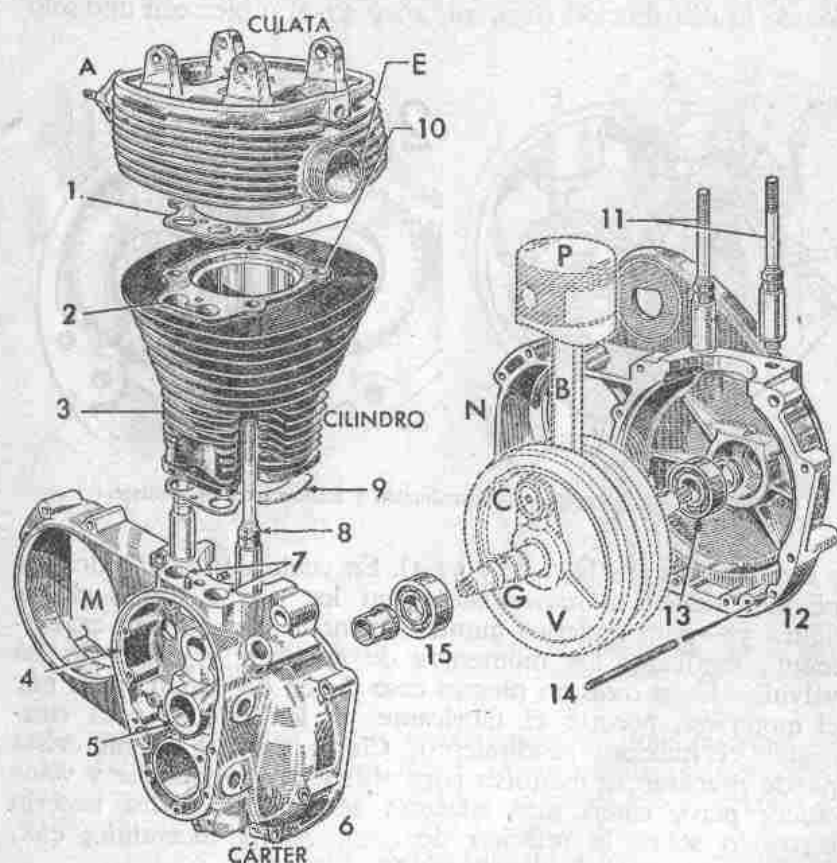
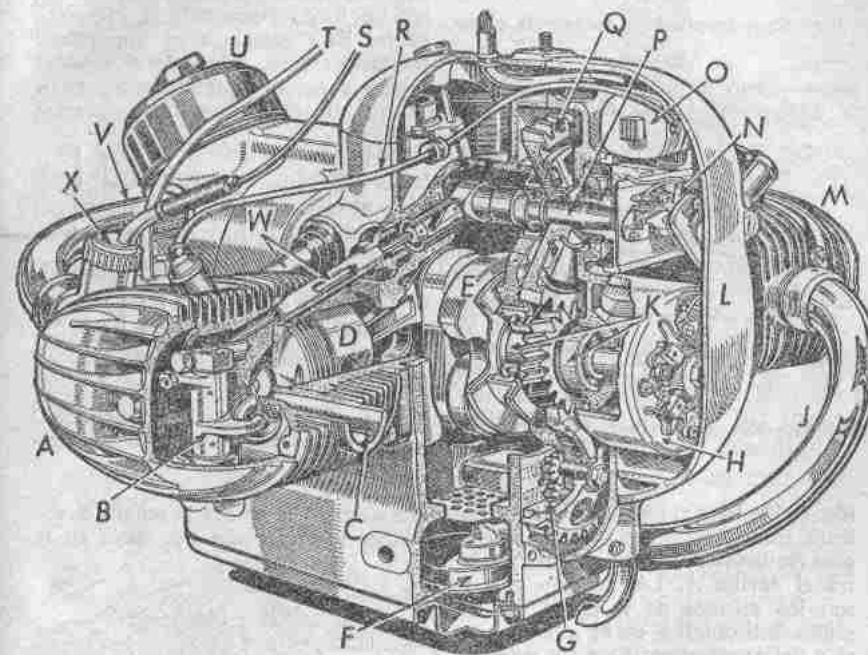

Fig. 38.—Elementos del motor (los móviles, dibujados de puntos, se detallan en la figura 39).
Fig. 61.—Motor de dos cilindros horizontales opuestos (B. M. W.).
Los componentes fijos (fig. 38) son: *cilindro 3*, apoyado sobre el *cárter* (compuesto por las dos mitades 6-12) y coronado por la *culata A* casi siempre desmontable. La sujeción se realiza mediante largos espárragos (8, 11) que se roscan por abajo al cárter, atraviesan por orificios como 10 el cuerpo del cilindro y la culata y, por encima de ésta, se aprietan con tuercas. Para hacer estancas (impermeables a los gases y al aceite) las uniones, se interponen las delgadas *juntas 1*, entre culata y cilindro, y 9 entre éste y el cárter.
**CÁRTER** (fig. 38).—Generalmente es de aluminio, rodeando el volante. En los automóviles es amplio, pues sirve de depósito
de aceite; pero en las motos (excepto las de cilindros horizontales opuestos, fig. 61) casi siempre el lubricante va en depósito separado y simplemente sirve, en los motores de cuatro tiempos, para recoger el aceite que rebosa del engrase y que se retira con una bomba; o para «precomprimir» la mezcla en los de dos tiempos como se verá más adelante. Por estas razones, las paredes del cárter van ceñidas a los mecanismos internos. Es corriente que lleve un ensanchamiento hacia atrás *M* y *N* (fig. 38) para formar el soporte del embrague-cambio.